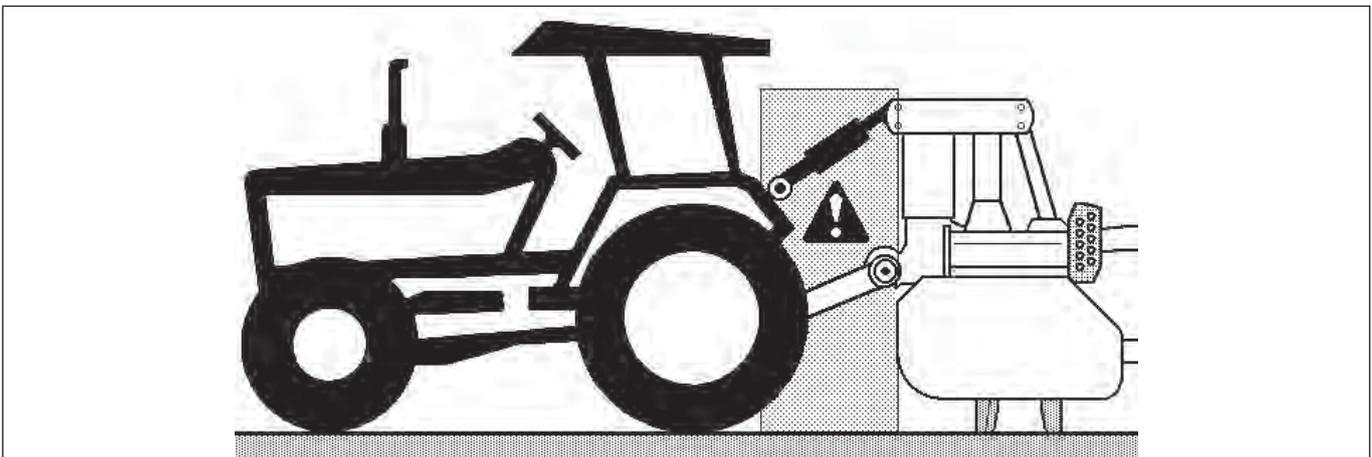

Fig. 3
- **È assolutamente vietato interporre nella zona tra il trattore e la macchina per azionare i comandi esterni del sollevatore idraulico (Fig. 3).**
- ***Il est absolument interdit de se mettre dans la zone entre le tracteur et la machine pour actionner les commandes extérieures du relevage hydraulique (Fig. 3).***
- **Es ist absolut verboten, sich in den Bereich zwischen Traktor und Gerät zu begeben, um die Hecktasten zur Betätigung des Krafthebers (Abb. 3) zu benutzen.**
- **It is absolutely forbidden to access the zone between the tractor and the machine when operating the external controls of the hydraulic power lift (Fig. 3).**
- **Está terminantemente prohibido ubicarse en la zona entre el tractor y la máquina para accionar los mandos externos del elevador hidráulico (Fig. 3).**